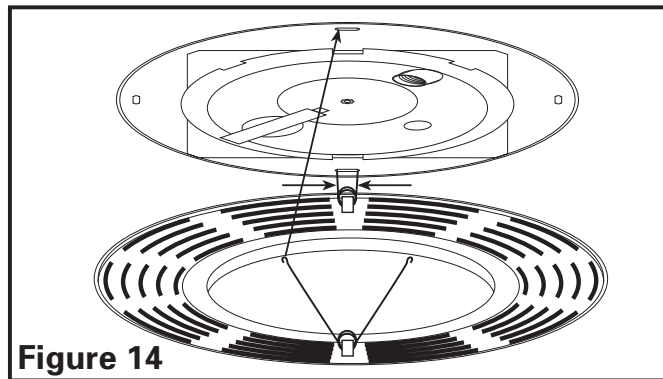

Figure 14
5. Installer la grille en pressant ensemble les deux extrémités des ressorts et en les installant dans les fentes du châssis du ventilateur. Pousser la grille en position (**Figure 14**).